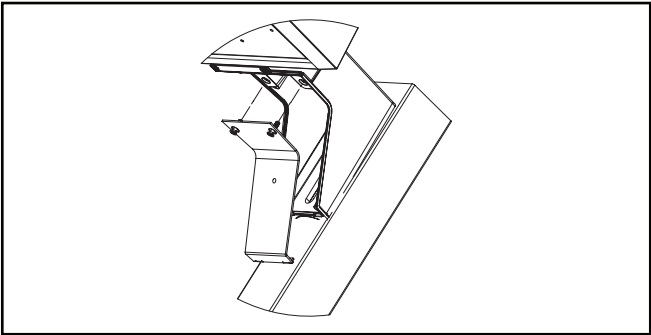

Figura 5.
**Nota:** Asegúrese de que los terminales del lado de la alimentación de la luminaria no queden "mordidos" ente la cubierta y el brazo de montaje. (Figura 5.)